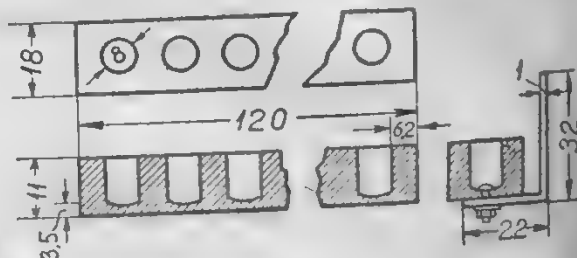

Рис. 4
2) Планка с ртутными контактами изготавливается из эбонита (размеры ее даны на рис. 4), в котором 8-миллиметровым сверлом проделано восемь углублений. В каждом углублении просверливается отверстие, в которое вставляется контакт. Поверх контакта наливается ртуть, и от каждого контакта идет коленчатая шпика, которая служит одновременно для поддержки планки и соединения контакта с клеммой; каждая из 8 клемм служит